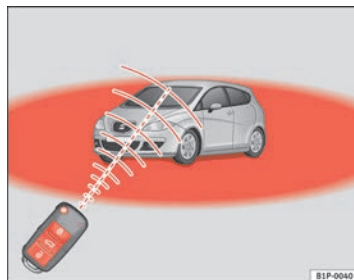

Abb. 63 Wirkungs-
- Die Funk-Fernbedienung funktioniert nur, wenn Sie sich im Wirkungsbereich befinden ⇒ Seite 111, Abb. 63 (roter Bereich).